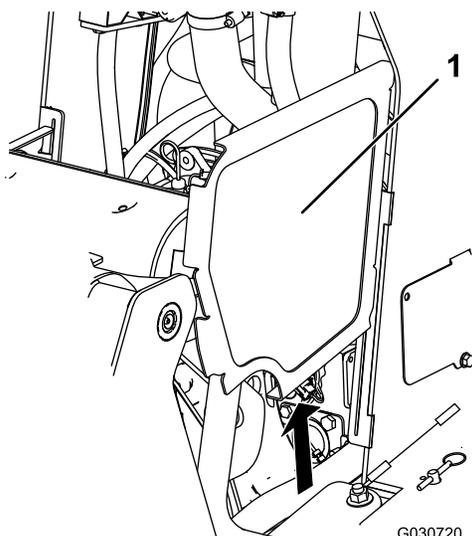

図 35
2. サイドスクリーンを上にもスライドさせて図 35 前スクリーンとフレームの-slotから外す。